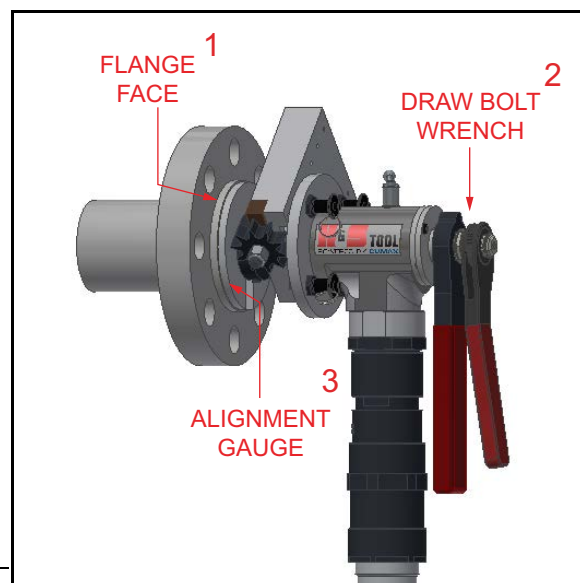

Рис. 4-2. Расположение ключа затяжного болта
4. Плотно прижмите приспособление к поверхности фланца и затяните его на месте (см. рис. 4-2).